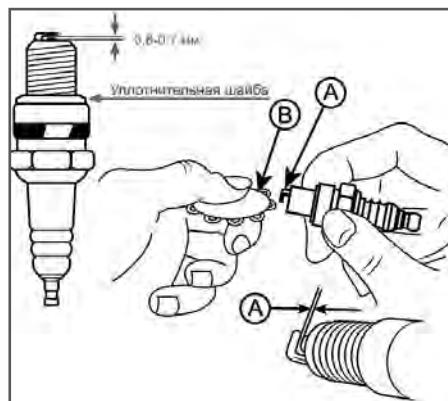

Рис. 23 Проверка зазора между электродами
4. Измерьте зазор между электродами свечи зажигания специальным щупом. Зазор должен быть 0,6-0,7 мм (Рис. 23). При увеличении или уменьшении требуемого зазора рекомендуется заменить свечу, так как регулировка зазора может привести к изменению качества искробразования.